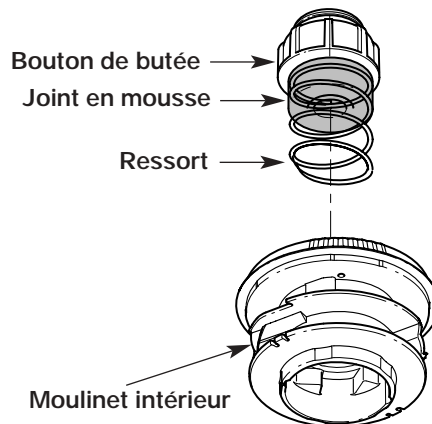

Fig. 26
1. Retirez le bouton de butée, le ressort et le joint en mousse en tournant le bouton de butée à gauche (Fig. 26).
2. Tirez le bouton de butée, le ressort et le joint en mousse (Fig. 26).
7. Placez le bouton de butée, le ressort et le joint en mousse dans la bobine extérieure (Fig. 26).